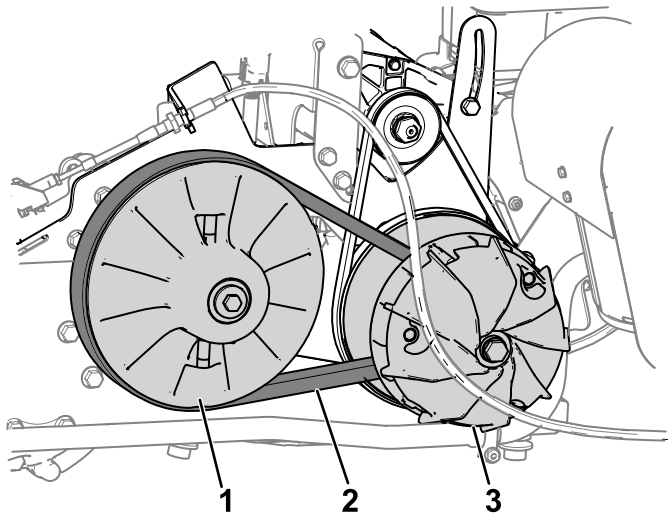

Figura 56
2. Rotii și amplasai cureaua pe ambreiajul secundar (Figura 56).
3. Scoateți cureaua de pe ambreiajul primar (Figura 56).